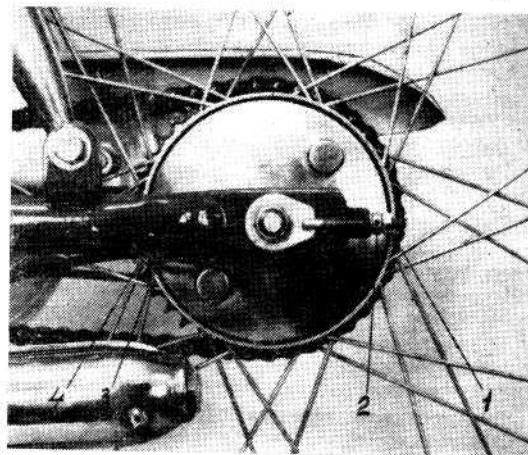

Рис. 9 — Регулировка заднего тормоза:
До начала перемещения троса заднего тормоза (ввиду конструктивных особенностей механизма торможения внутри коробки передач) педали имеют свободный ход 45—60 градусов. Задний тормоз правильно отрегулирован, если педали поворачиваются до начала торможения дополнительно основному углу свободного поворота еще на 5—10 градусов. Регулировка производится, пользуясь регулировочным винтом 4 (рис. 9), на диске заднего колеса. Винт контриится гайкой 3.
2. Отпустить контргайки 1 (рис. 9) с обеих сторон.